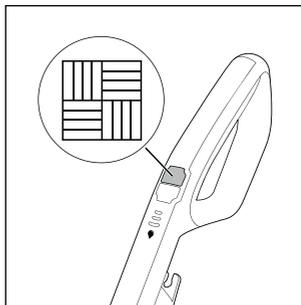

Abb. 13
- ◆ Um das Gerät einzuschalten, drücken Sie den Schalter Hartfußboden  14 (siehe Abb. 13). Die LED des Schalters Hartfußboden  14 leuchtet blau.
- ◆ Drücken Sie zum Ausschalten des Gerätes erneut den Schalter Hartfußboden  14 (siehe Abb. 13).